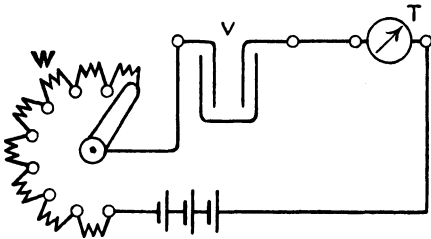

Abb. 1.
18. Um eine Tangentenbussole zu eichen, wurde in den Stromkreis dreier Elemente (Abb. 1) ein Regulierwiderstand W , ein
20. Um ein Dynamometer zu eichen, wurde dasselbe mit einem Kupfervoltmeter V zusammen in den Stromkreis einer Batterie eingeschaltet (s. Abb. 1), wobei das Dynamometer im